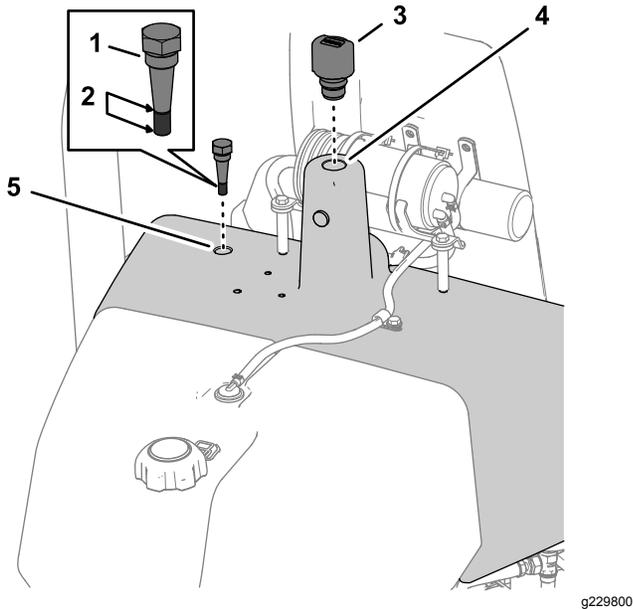

Figure 50
3. Dévissez la jauge située sur le haut du réservoir hydraulique, essuyez-la soigneusement, remettez-la en place puis ressortez-la (Figure 50).
4. S'il n'y a pas d'huile sur la jauge, enlevez le bouchon du goulot de remplissage du réservoir hydraulique (Figure 50) et versez lentement le liquide hydraulique spécifié dans le réservoir jusqu'à ce que le niveau atteigne la rainure sur la jauge ; voir Spécifications de liquide hydraulique \(page 41\).
5. Remettez la jauge et le reniflard dans le réservoir hydraulique (Figure 50).